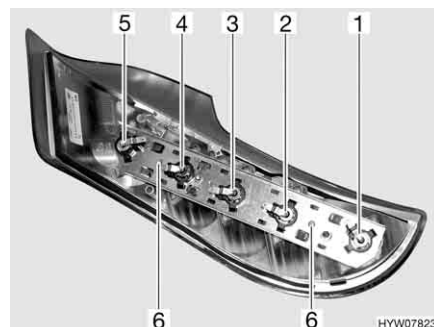

Fig. 109 Luci posteriori (lato posteriore)
- Svitare le due viti Torx (Fig. 109,6) del listello di supporto poste sul lato posteriore dell'involucro.